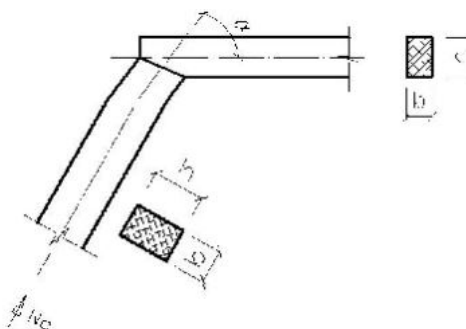

Рисунок 5. Наклонный лобовой упор
5.2 Проверить прочность при смятии наклонного лобового упора торцов подвеса и ригеля из брусев сечением $b \times h$ (или круглого диаметром d), соединенных под углом α . Конец подвеса обрезан под прямым углом к оси и в нем действует продольная сжимающая сила N_c . Опорный конец ригеля обрезан под углом α к его оси (рисунок 5).